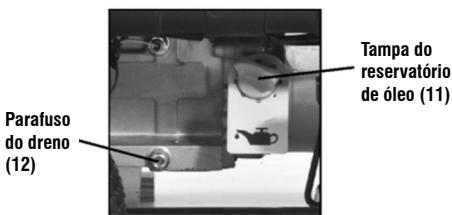

Fig. 7 – Tampa de óleo (vareta)
- Remova a tampa de óleo e com auxílio de um pano, limpe a vareta indicadora de nível (fig. 7);